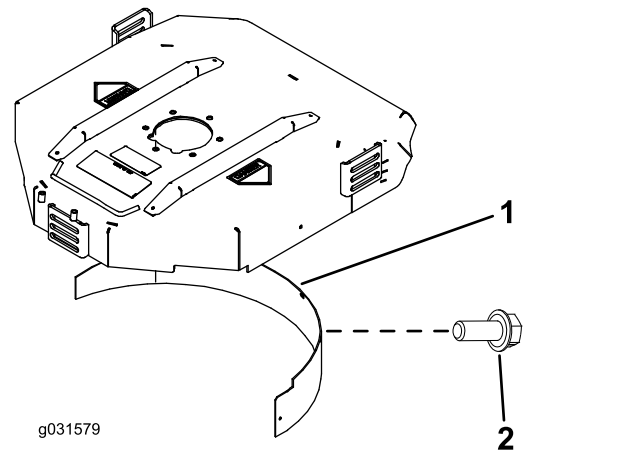

Рисунок 20
2. Установите дефлектор для мульчирования в отверстие задней стенки и закрепите его пятью болтами с фланцевой головкой (Рисунок 20).